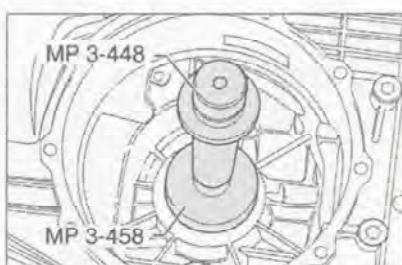

Рис. 7.135. Установка наружной обоймы роликоподшипника в картере.
2. Запрессуйте наружную обойму правого роликоподшипника с помощью оправки MP 3-458, подперев картр приспособлением T30064 (рис. 7.135).